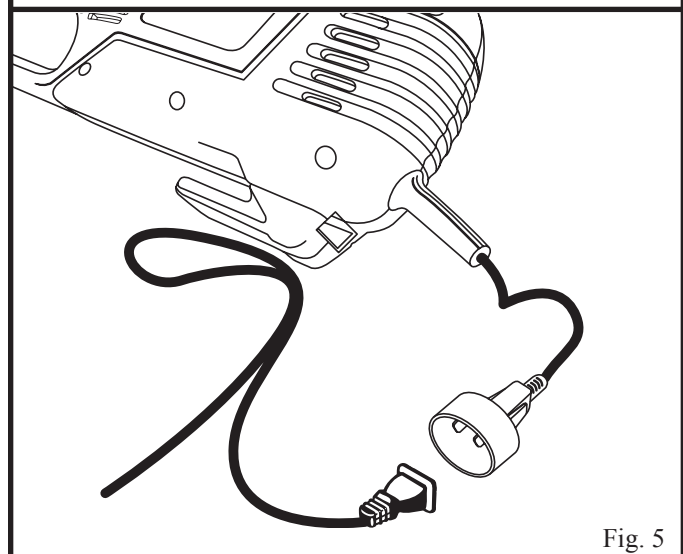

Fig. 5
- Passer le cordon prolongateur dans la retenue sue trouvant au bas du taille-bordures. Voir la figure 5.